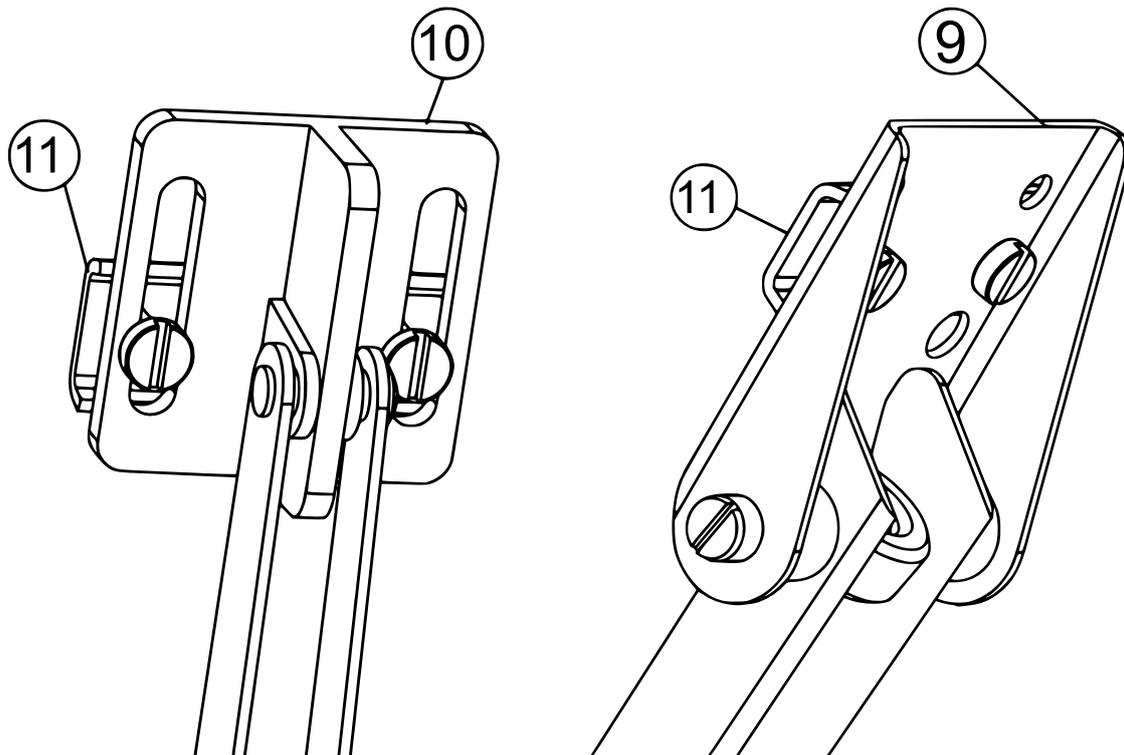
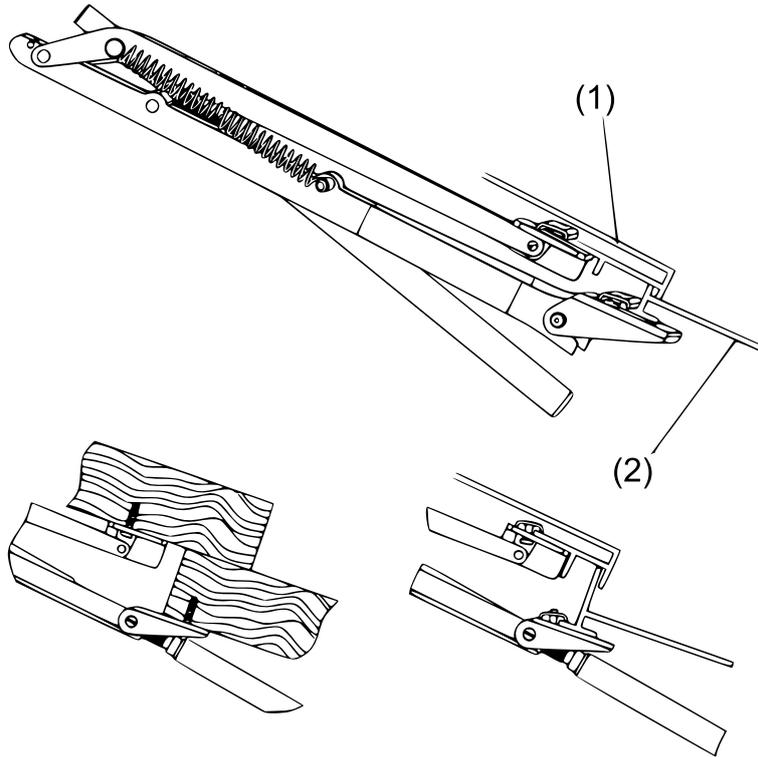

Abbildung 2
Abbildung 3
1. Bringen Sie mit zwei der mitgelieferten Schrauben eine Klammer (11) lose am Fensterhalter (10) an (Abb. 2). Bei Gewächshäusern aus Holz können die Klammern unmittelbar in das Holz des Hauses geschraubt werden (Abb. 3).
2. Bringen Sie die andere Klammer am geeigneten Lochpaar des Rahmenhalters (9) an. Stellen Sie sicher, dass der obere Rand des Rahmenhalters so nah wie möglich am Rand des Fensterrahmens angebracht wird (Beispiele siehe Abb. 3).